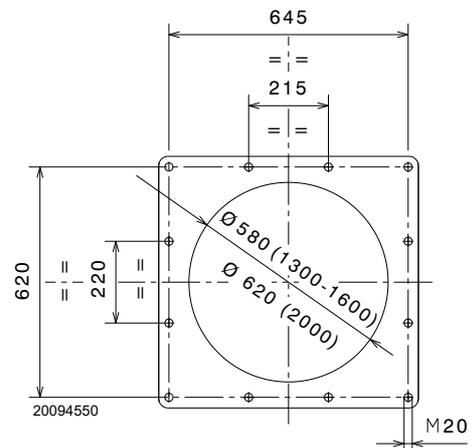

Abb. 13
Die Verschlussplatte der Brennkammer, wie in Abb. 13 durchbohren.
- Passen Sie den gesamten Brenner an der vorher vorbereiteten Kesselbohrung ein, wie aus Abb. 13 ersichtlich, und ziehen Sie die beige packten Schrauben (mit einem Anzugsmoment von 250 ÷ 300 Nm) fest.